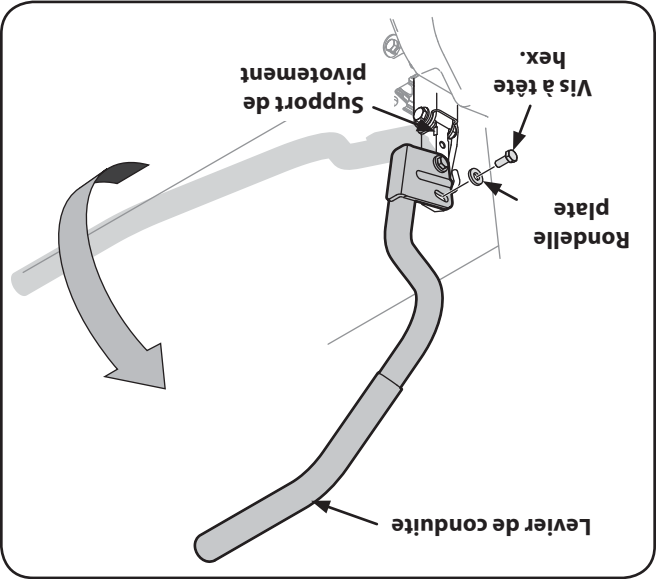

Figure 3-4
2. Redressez le levier de conduite jusqu'à ce que la fente du support soit alignée avec l'un des trous du support de pivotement. Voir la Figure 3-4.
3. Glissez la rondelle plate sur la vis à tête hex. De l'extérieur, enfoncez la vis à tête hex. dans la fente du levier de direction et dans le trou du support de pivotement. Voir Figure 3-4. L'utilisation d'une clé à 1/2 po serrez la vis, mais ne serez pas complètement.